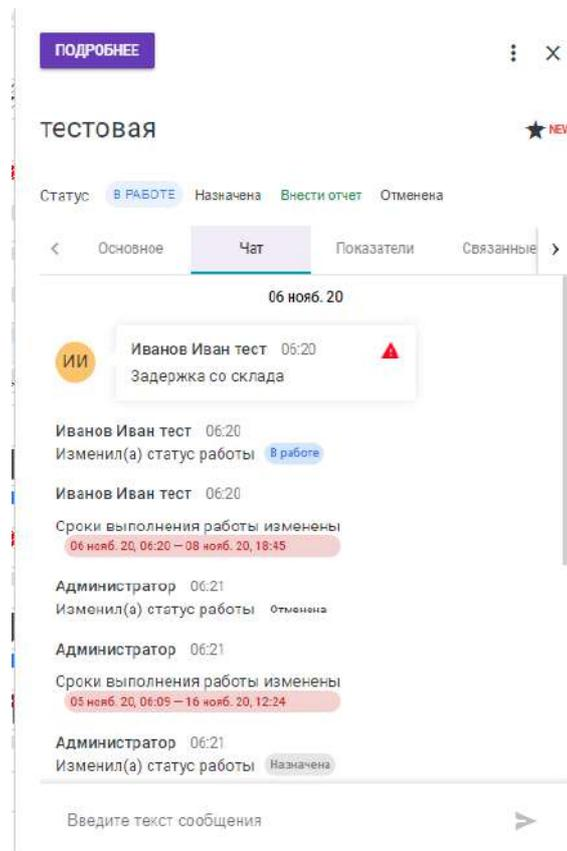

Рисунок 77 — Вкладка «Чат» в карточке работы
4. Экран чата. На вкладке «Чат» отобразится форма с историей сообщений и уведомлений. В нижней части экрана поле для ввода сообщений (см.рис.77).